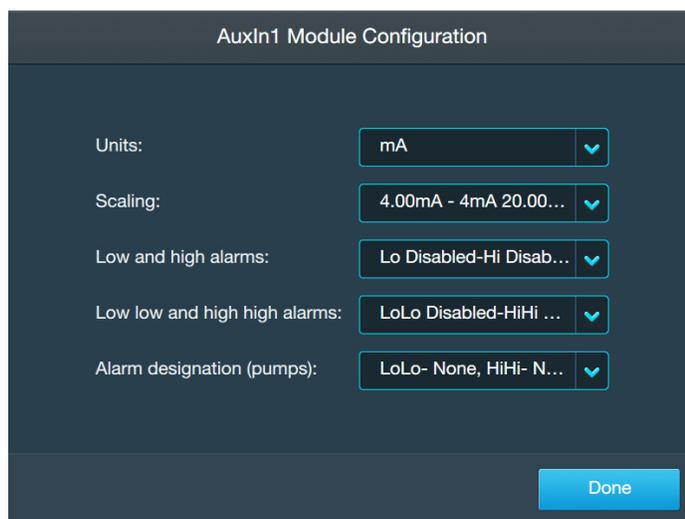

Abbildung 3.54. Bildschirm „Auxiliary Module Configuration“ (Konfiguration des Moduls „Zusatzeingang“).
Verwenden Sie die folgenden Informationen und Schritte, um das Modul „Auxiliary Input“ (Zusatzeingang) zu konfigurieren. Alle nachstehend aufgeführten Felder sind in Abbildung 3.54 dargestellt.
1. Gehen Sie auf dem Bildschirm „Home“ (Start) der Touchscreen-Konsole zum Modul „Auxiliary Input“ (Zusatzeingang) und tippen Sie auf „Configure“ (Konfigurieren). Ein Bildschirm „Auxiliary Input Module Configuration“ (Konfiguration des Moduls „Zusatzeingang“) wird angezeigt (Abbildung 3.54). Tippen Sie auf das Feld „Units“ (Einheiten).